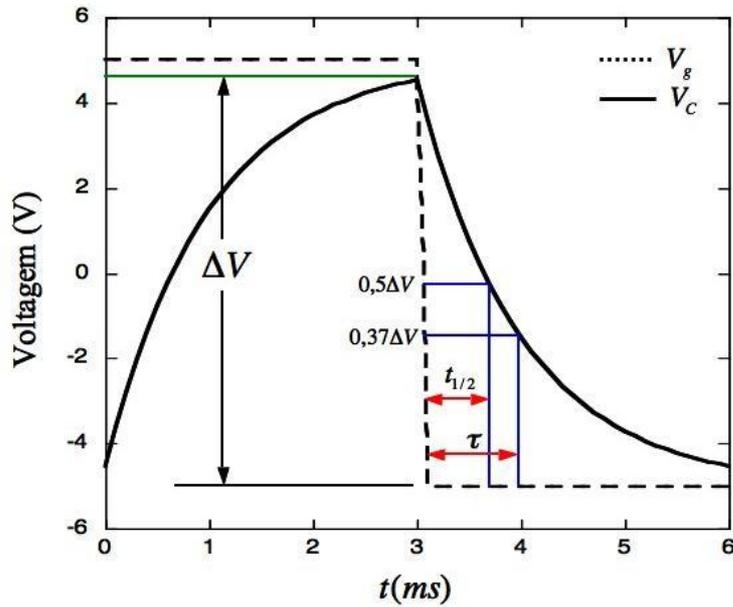

Figura 6: Voltagem no capacitor mostrando, na descarga do capacitor, as duas maneiras de medir a constante de tempo τ .
- 3) Ajuste agora as escalas do osciloscópio de modo a colocar na tela um período completo da onda quadrada (ou mesmo apenas um patamar), de forma a ocupar o maior espaço possível na tela e meça os valores de $t_{1/2}$ e τ , como indicado na **Figura 6**. $t_{1/2}$, como vimos, é o tempo necessário para que a voltagem no capacitor durante a descarga atinja a metade do valor que tinha no início do processo de descarga, ou seja, no tempo que se definiu como sendo $t = 0$ s, e τ é o tempo necessário para V_C chegar a 37% desse valor inicial. Note que você deverá medir um tempo relativo a partir do início da descarga conforme indicado na **Figura 6**.
Na **Figura 6** estão indicadas duas maneiras distintas de se determinar τ , diretamente (τ^1) ou via $t_{1/2}$ (τ^2). Observe que para essas determinações utilizamos apenas a parte da curva correspondente à descarga do capacitor pois, no caso, sabemos o valor de V_C para $t=0$.